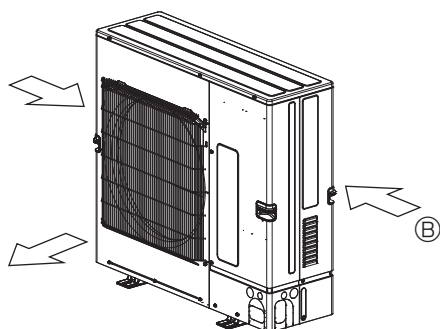

Fig. 2-6
- ③ Құрылғыны мүмкіндігінше, ауа өткізгіш маусымдық желдің бағытына перпендикуляр соғатындай етіп қондырыңыз. (Fig. 2-6)